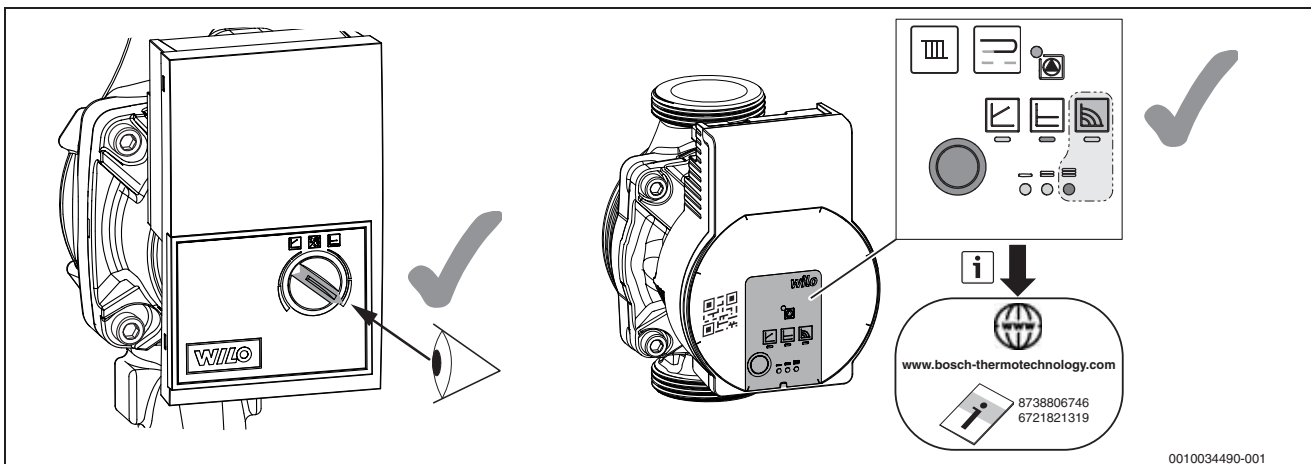

Bild 12 Einstellungen der Speicherlade-/Hybrid-Bypass-Pumpe PW1
**Achtung:** Vor der Inbetriebnahme der Anlage muss die Speicherladepumpe PW1 auf die Stufe 3 eingestellt werden (→ Bild 12).